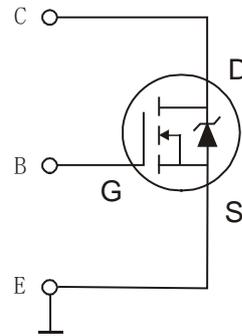
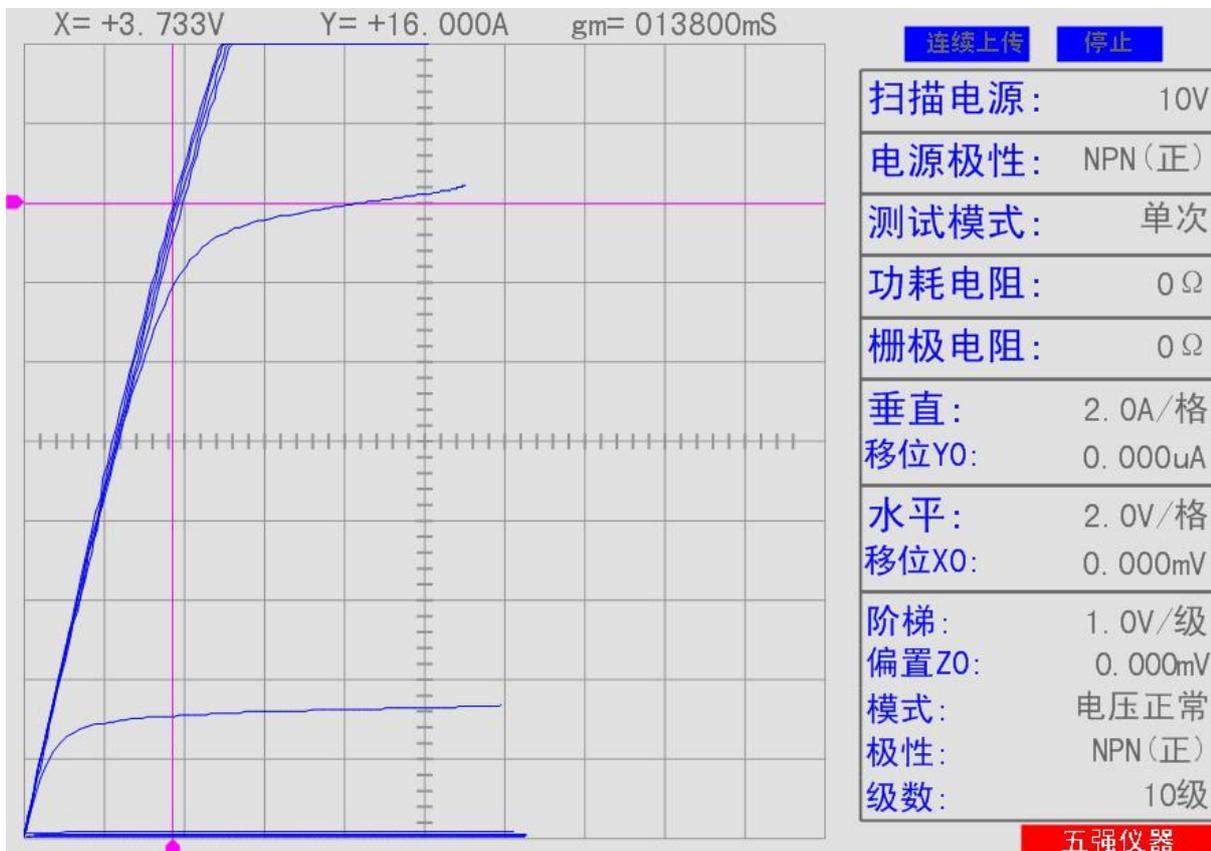

图 36
图 37: IRFP460 特性曲线及设置参数
6.11 N沟道VMOS管 IRFP460, 连接见图 36, 特性曲线见图 37